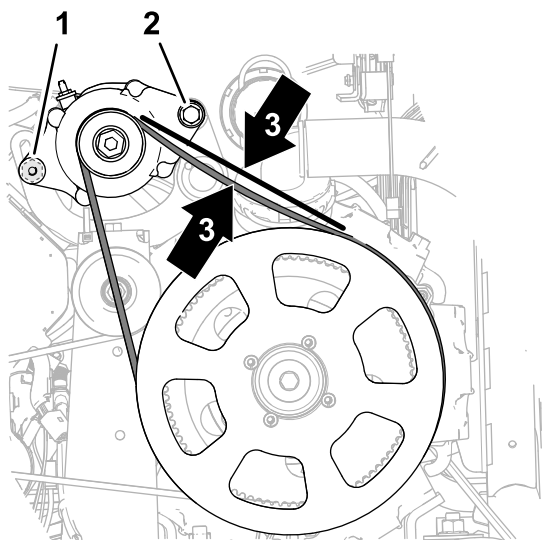

图186
4. 向上旋转交流发电机图186以增加皮带的拉力直到当在皮带上交流发电机皮带轮与驱动皮带轮279mm的中间位置施加 4.5kg 的力时测量到 9.5mm 的下压。